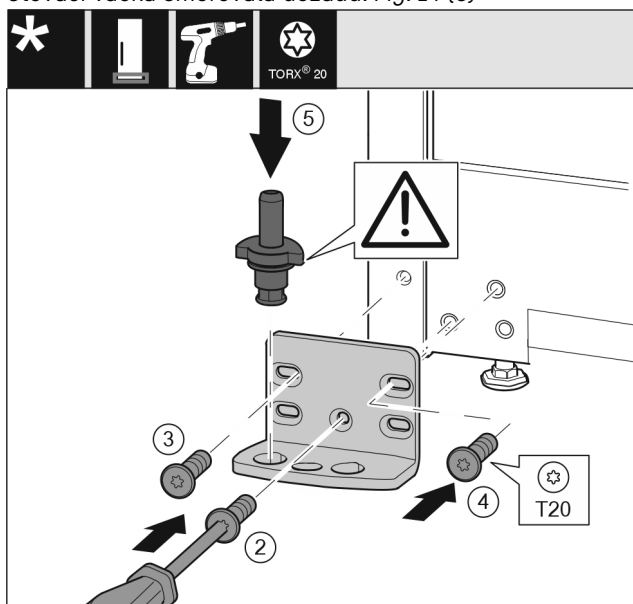

Fig. 15
- Nasad'te stojan ložiska na druhé straně a přišroubujte pomocí šroubováku T20. Začněte šroubem 2 dole uprostřed. Fig. 15 (2)
- Pevně utáhněte šroub 3 a 4. Fig. 15 (3,4)
- Zcela vložte ložiskový čep. Přitom dávejte pozor, aby zajišťovací vačka směřovala dozadu. Fig. 15 (5)